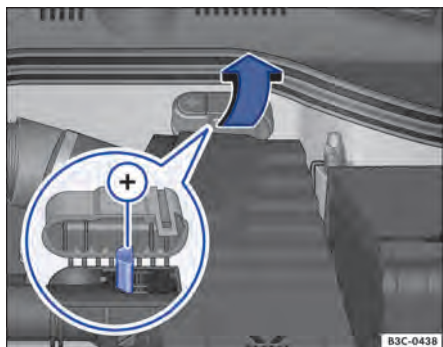

Fig. 257 No compartimento do motor: ponto de auxílio à partida (+).
- Se necessário, abrir a cobertura da bateria no compartimento do motor ⇒ Página 329 ou dobrar a capa do ponto auxiliar de partida ¹⁾ para o lado no sentido da seta ⇒ Fig. 257.
- Conectar uma extremidade do cabo auxiliar de partida *vermelho* ao polo positivo ⇒ Fig. 258 (+) ou ⇒ Fig. 257 (+) do veículo com a bateria do veículo descarregada (1) ⇒ ⚠.
- Conectar a outra extremidade do cabo auxiliar de partida *vermelho* ao polo positivo (+) da bateria do veículo fornecedora de corrente (2).